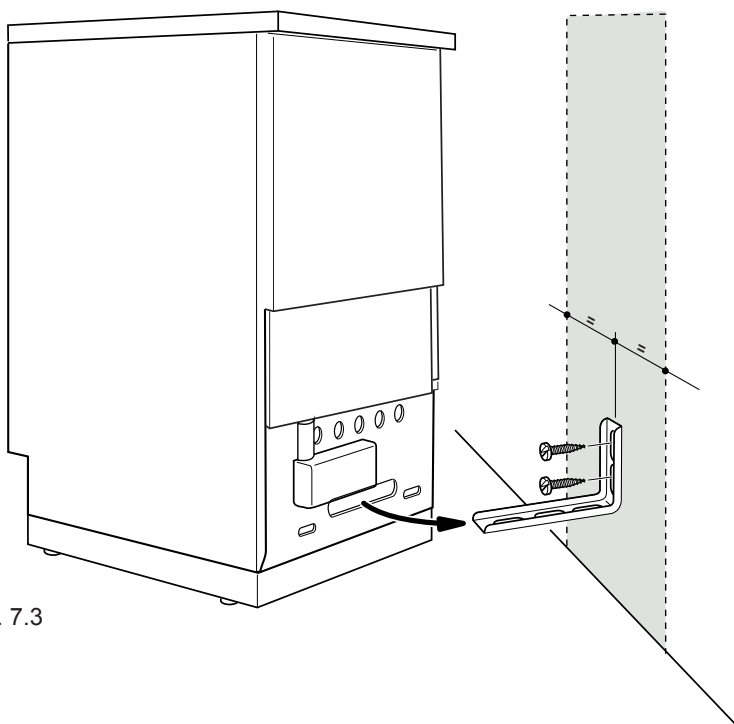

Fig. 7.3
4. Avvicinare la cucina alla parete e regolare l'altezza della staffa antiribaltamento in modo che possa inserirsi nella fessura sul retro della cucina, come mostrato in fig. 7.3.